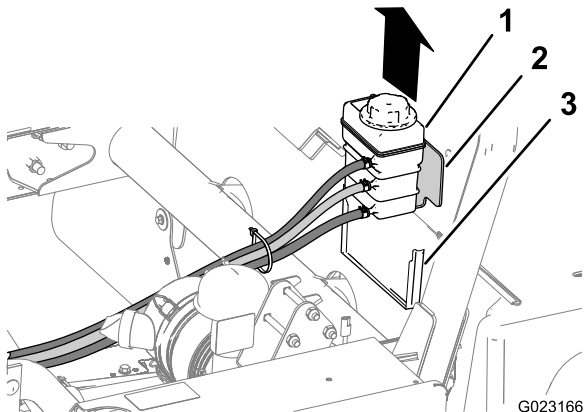

Figura 11
3. Eleve el depósito de refrigerante y sáquelo del soporte de sujeción situado en la parte trasera del protector del ROPS (Figura 11).